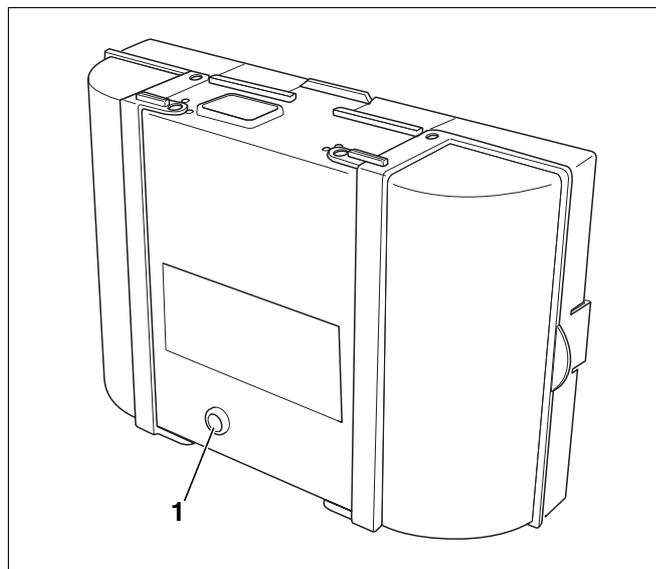

Fig. 76 Risoluzione delle anomalie dell'automatismo di combustione
- Premere (fig. 76, **pos. 1**) il tasto di riarmo per eliminare l'anomalia.